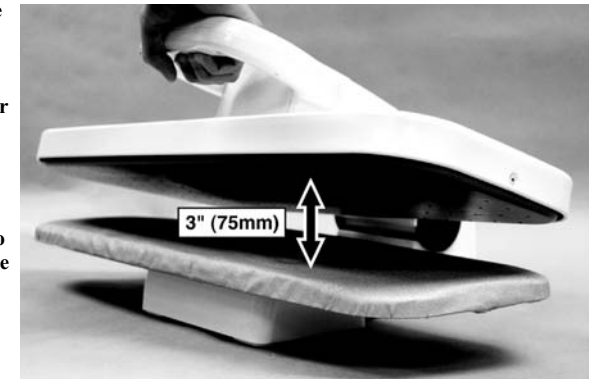

FIGURA 3
- Sostenga la Placa de Planchar aproximadamente 75 mm. (3") sobre el Tablero de Planchar (FIGURA 3).
PRECAUCIÓN: No utilice la función de la ráfaga de vapor cuando la unidad es totalmente cerrada, pues ésta puede causar daño a la unidad. Para mejores resultados, sostenga la Placa de Planchar abierta aproximadamente 75 mm. (3") sobre el Tablero de Planchar cuando empuje el Botón de Ráfaga de Vapor (FIGURA 3).